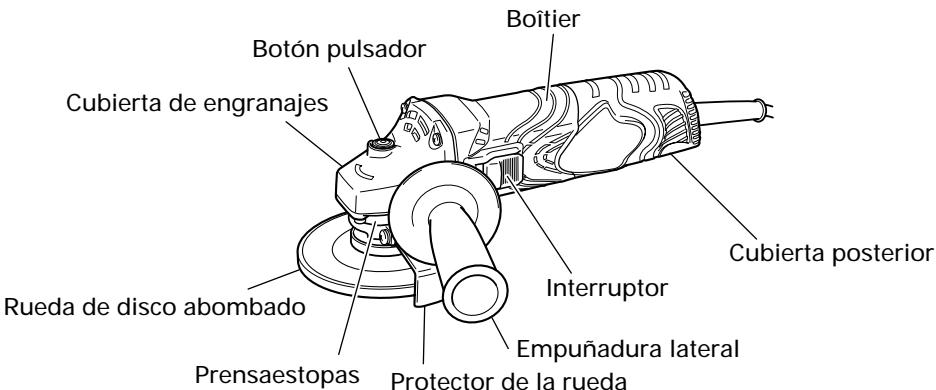

Fig. 1
- Sujete firmemente la amoladora por su carcasa y la empuñadura lateral (Fig. 1). La amoladora producirá una contrafuerza que habrá que controlar sujetándola firmemente.